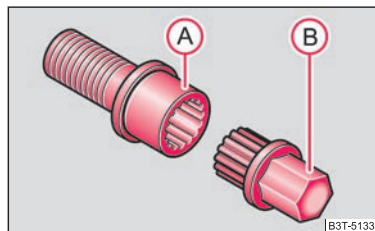

Fig. 200 Tornillo de seguridad para ruedas con adaptador
- Introducir el adaptador (B) ⇒ fig. 200 con su lado dentado hasta el tope de tal modo en el dentado interior del tornillo de seguridad para ruedas (A), que ya sólo sobresalga el hexágono exterior ⇒ fig. 200.
- Calar la llave de rueda hasta el tope en el adaptador (B).